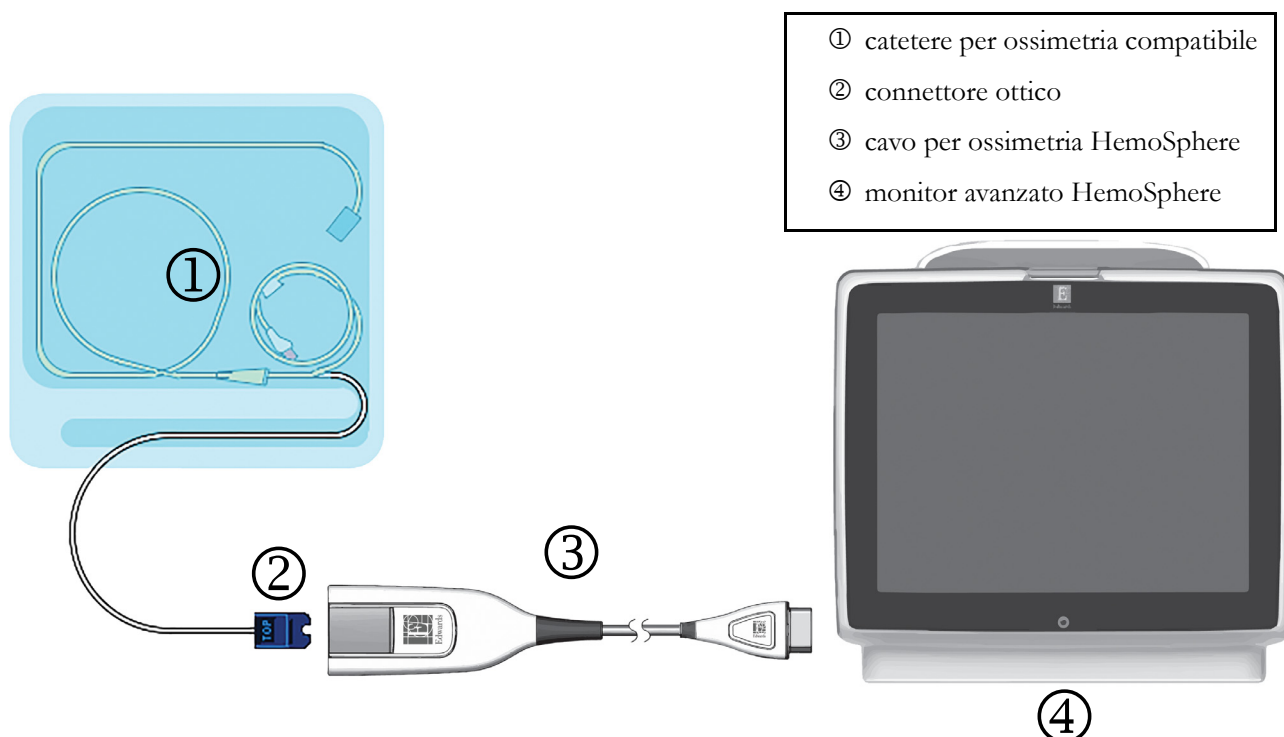

Figura 4-2 Panoramica della connessione di ossimetria
- 1 Collegare il cavo per ossimetria HemoSphere al lato sinistro del monitor avanzato HemoSphere. Vedere la figura 4-2.